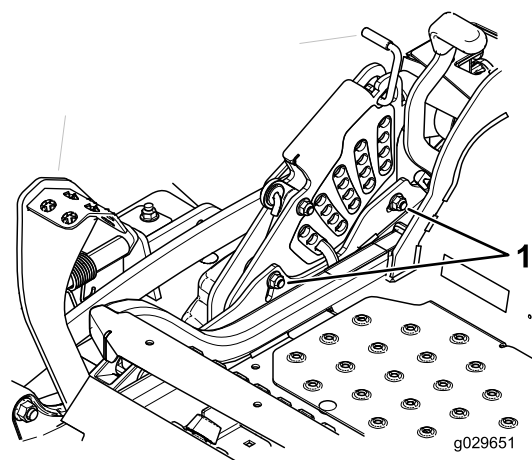

Figure 97
12. Pour régler le système monopoint, desserrez les deux boulons au bas de la plaque de hauteur de coupe. Voir Figure 97.
14. Serrez les 2 boulons au bas de la plaque de hauteur de coupe (Figure 97). Serrez les 2 boulons à un couple de 37 à 45 N·m (27 à 33 pi-lb).